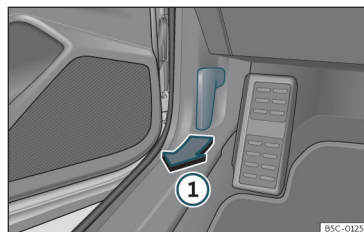

Fig. 212 Palanca de desbloqueo en el espacio reposapiés del conductor.
• Abra la puerta y tire de la palanca que hay debajo del tablero de instrumentos »» fig. 212 ①.